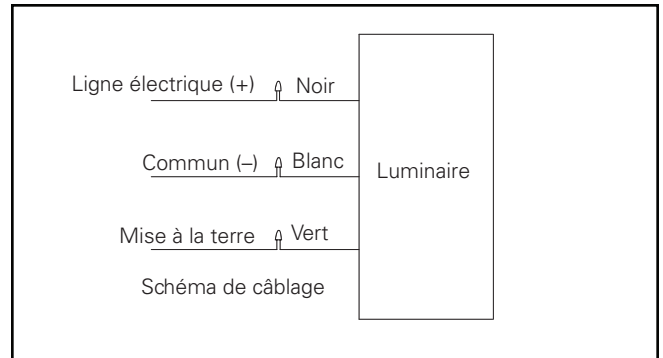

Figure 3.
7. Positionnez le luminaire selon la direction désirée puis serrez les trois (3) vis de serrage à un couple de 9,5 Nm (7 pi-lb).
9. Consultez le schéma de câblage pour effectuer les raccords électriques. (figure 3)